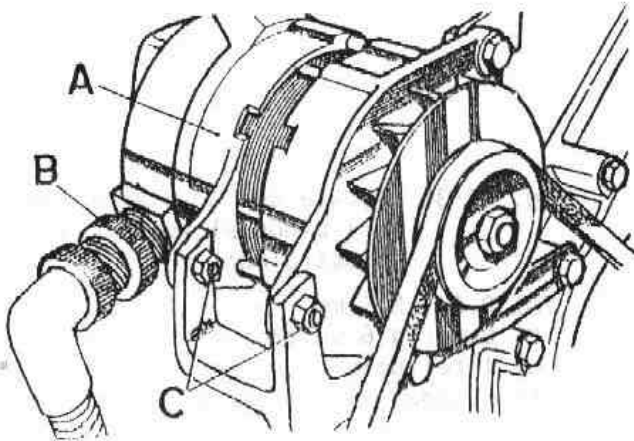

Fig. N2-38 Desmontaje del alternador
- 1.4. Desconectar el cableado al alternador, A (Fig. N2-38), soltando la tuerca, B, de fijación.
- 1.5. Soltar los elementos de fijación, C (Fig. N2-38) del alternador, A, y extraer éste de su soporte.